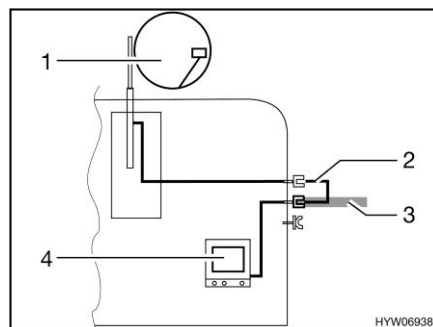

Fig. 199 TV dans le véhicule
- TV dans le véhicule (Fig. 199,4) : Raccord à l'antenne sur le toit (Fig. 199,1) avec câble d'alimentation (Fig. 199,2)
- TV dans le véhicule (Fig. 199,4) : Raccord à l'antenne extérieure (Fig. 199,3)